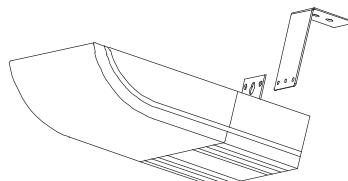

Рис.3
4. Установите кронштейны на расстоянии друг от друга, закрепив их с помощью цепи или крепежа. (Рис. 3).
5. Подвесьте обогреватель на кронштейны в соответствии с рис. 3, закрепив сначала один край, а потом другой. Убедитесь, что винты надежно затянуты.